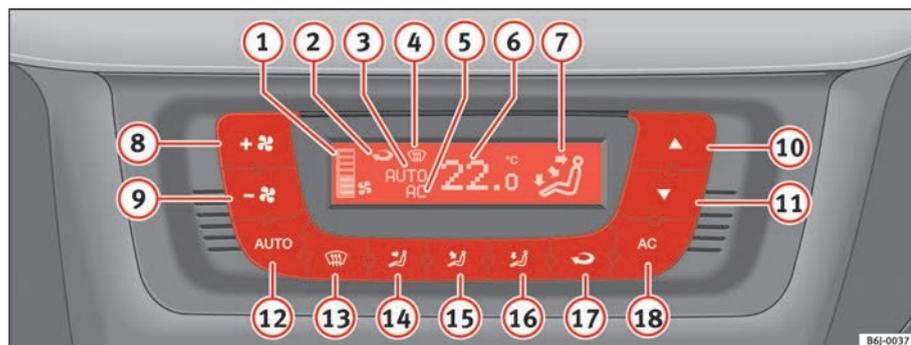

Fig. 90 Sulla plancia della strumentazione: comandi del Climatronic
- Per impostare la temperatura desiderata bisogna ruotare la manopola ⇒ pag. 132, fig. 90 10.
- ① Indicatore del livello del ventilatore.
- ② Indicatore della funzione di ricircolo
- ③ Indicatore **AUTO** (Funzionamento automatico).
- ④ Indicatore di disappannamento.
- ⑤ Indicatore AC (Raffreddamento attivo).
- ⑥ Indicatore della temperatura interna selezionata
- ⑦ Indicatore della direzione del flusso d'aria.
- ⑧ Aumento della velocità del ventilatore.
- ⑨ Diminuzione della velocità del ventilatore.
- Premere il tasto **AUTO**. Viene visualizzata l'indicazione ⇒ pag. 132, fig. 90 ⑦.
- Premere uno dei tasti compresi tra ⇒ pag. 132, fig. 90 **14** e **16** oppure premere la manopola del ventilatore **8** e **9**. Si spegne l'indicazione **3**.
Il ventilatore si regola tramite i tasti **8** e **9** ⇒ pag. 132, fig. 90. Se la ventola è spenta (sullo schermo non è indicato nessun livello **1**) e si tiene premuto il tasto **9**, si spegne il Climatronic. In tal caso sul display comparirà la scritta **OFF**.
- Per attivare e disattivare la funzione di ricircolo si deve premere il tasto **5**. È attiva se sul display compare il simbolo **5** ⇒ pag. 132, fig. 90. ▶